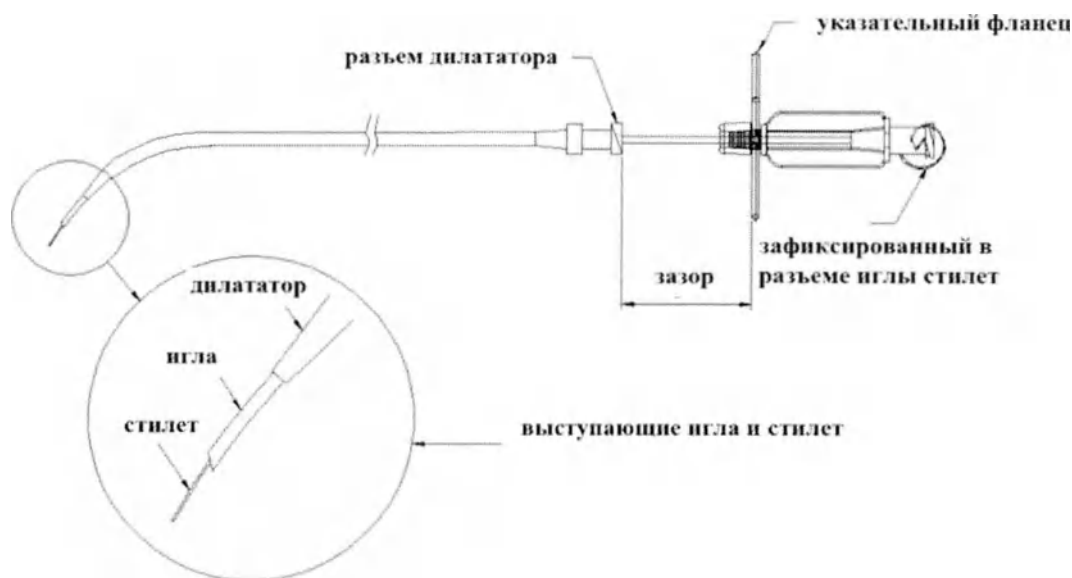

Рисунок 1
- Вставить иглу в сборе внутрь интродьюсера/дилататора. Между разъемом дилататора и указательным фланцем иглы будет присутствовать зазор, образующийся из-за стопорного элемента в конструкции дилататора. (См. Рисунок 1 с увеличением в 2,9 раза).